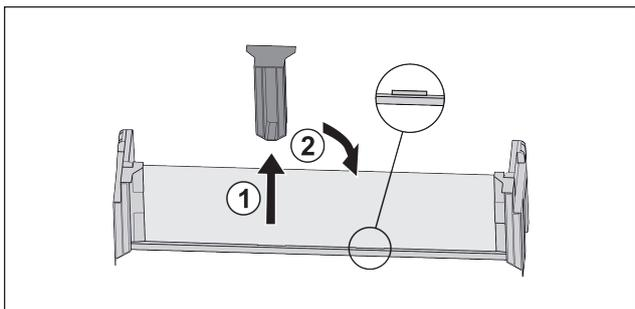

Fig. 18 \*
- ▶ Estrarre l'elemento di supporto centrale Fig. 18 (1).\*
- ▶ Inserire l'elemento di supporto centrale sulla seconda posizione Fig. 18 (2).\*